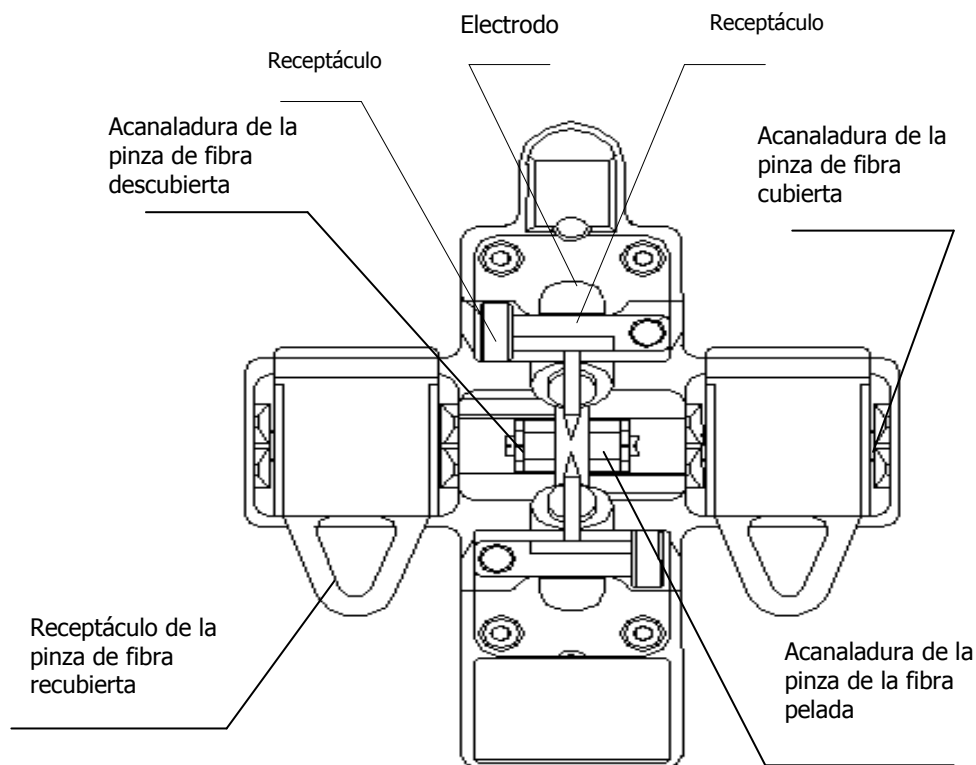

Fig. F-1
2. Levante la tapa protectora. LA figura F-1 muestra la estructura de los electrodos.